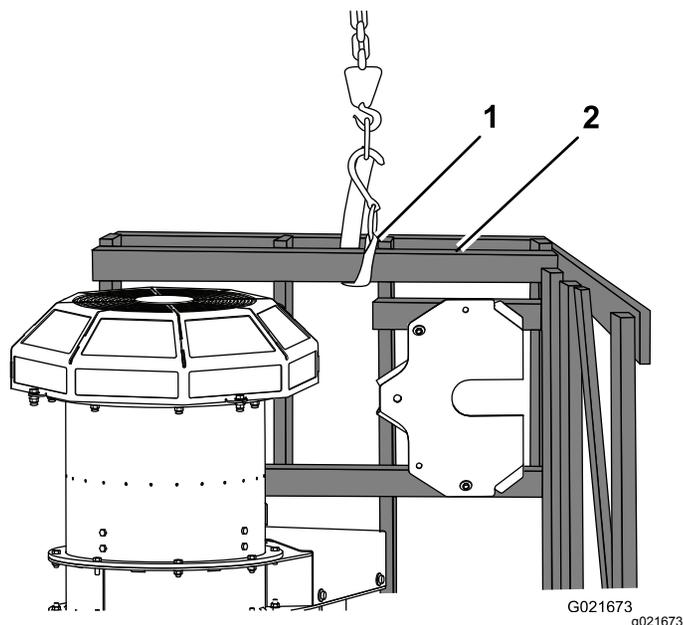

Figura 4
4. Fissate una cinghia sul gruppo superiore e sollevate il pallet fino a che la cassa e il soffiatore si ergono in posizione verticale (Figura 4).